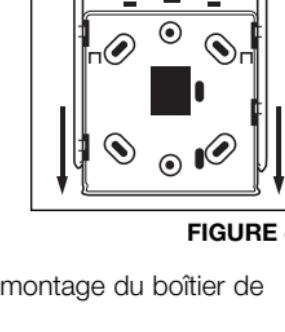

FIGURE 4
- Faites glisser la plaque de fixation située au dos du détecteur de CO et soulevez-la de sa base (Figure 4).